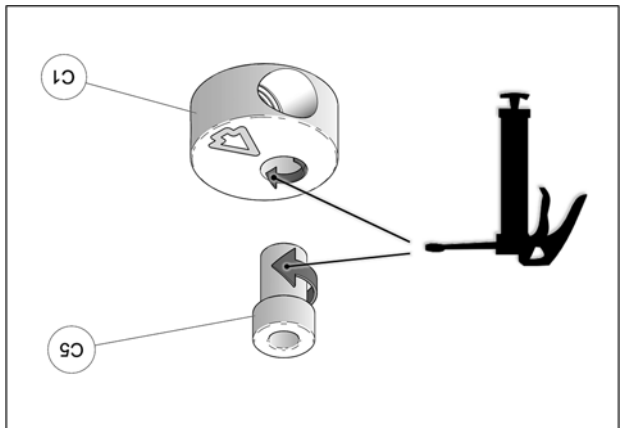

Fig. 15
11. À l'assemblage les bagues espacateurs (C5) doivent être graissées. Appliquer une couche de graisse uniforme sur toute la circonférence de la bague espaceur et dans le logement de l'extrémité en aluminium (C1). Voir la Fig. 15